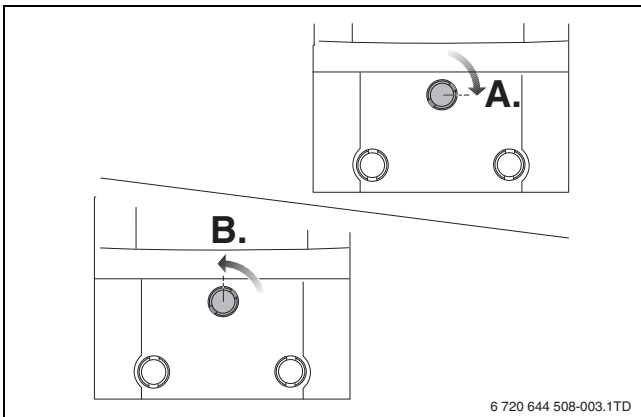

Fig. 2
- ▶ 关闭燃气旋塞。为此按下燃气旋塞并  $\frac{1}{4}$  向右旋转 [A] (→ 图 2, 第 43 页)。
- ▶ 打开燃气旋塞。为此按下燃气旋塞并  $\frac{1}{4}$  向左旋转 (→ 图 2, [B], 第 43 页)。